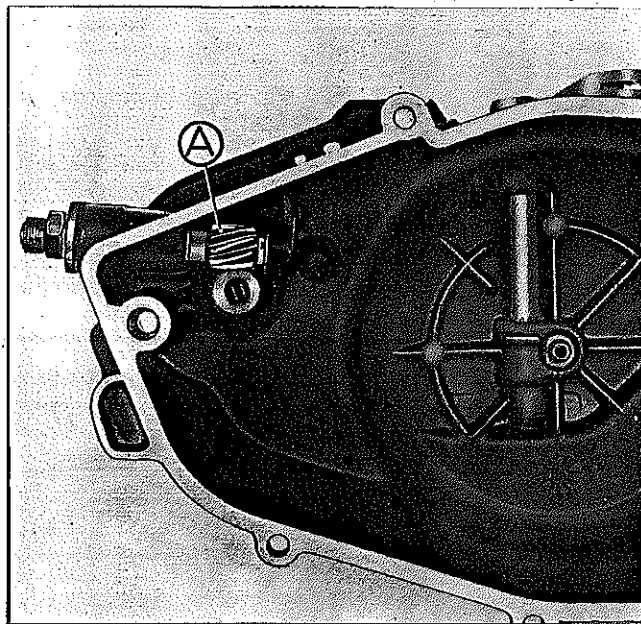

FIG M49 - A. CONJUNTO DO PINHÃO DO CONTAGIRO.
1. Montar o conjunto do pinhão do contagiro. Figura M49.